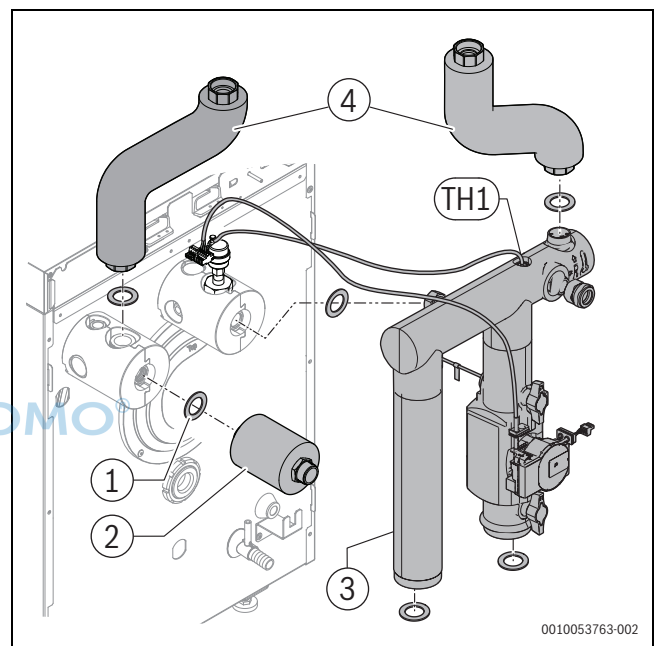
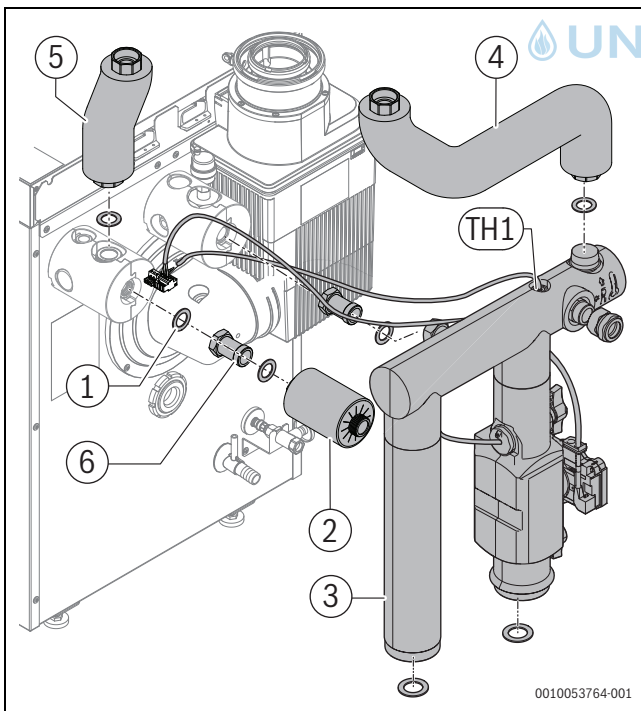

Bild 5 Montage Rohrgruppe HF-Set HYC40
Bild 7 Montage Rohrgruppe HF-Set HYC40
- ▶ Rohrgruppe entsprechend Bild 5 beziehungsweise Bild 7 montieren; **Alle Varianten.**
- Rohrgruppe entsprechend Bild 7 montieren.